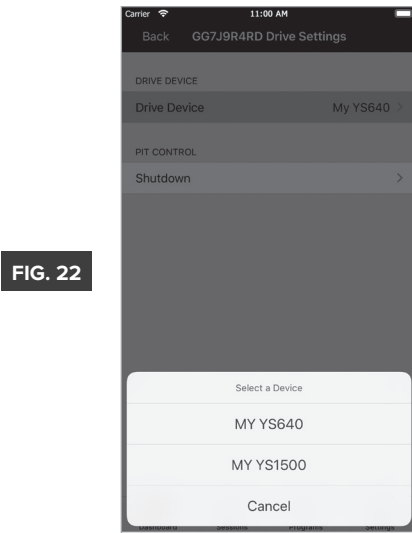
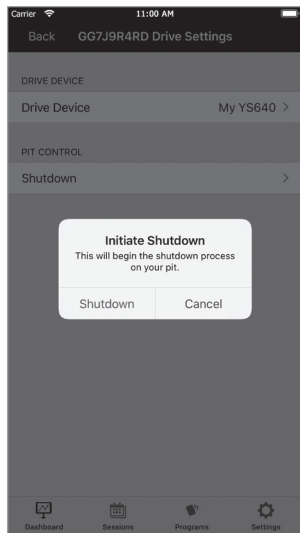

FIG. 22
FIG. 23
- En tapant sur la petite icône en forme de clé dans le coin supérieur droit de la barre grise, vous accédez à une section qui vous permet de choisir entre plusieurs appareils (si vous en avez plus d'un couplé à votre appareil mobile) **(FIG. 22)** et vous permet également d'éteindre votre appareil. **(FIG. 23)**